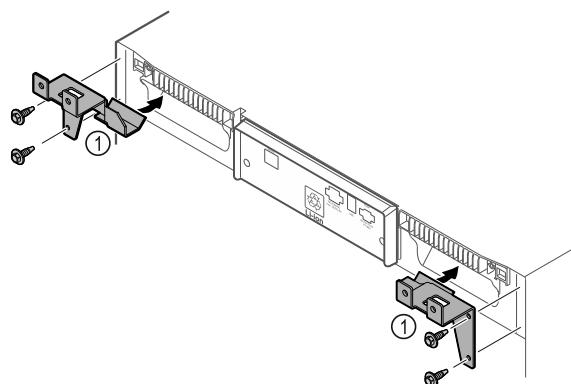

Fig. 10
- Pritvirtinkite laikančiasias dalis Fig. 10 (1) savisriegiais varžtais prie prietaiso.